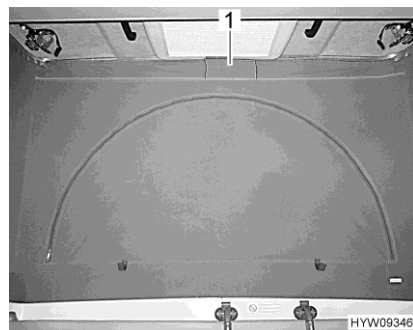

Fig. 21 Ventilación (cerrada)
- Separar el cierre velcro de la ventana de lona (Fig. 21,1) debajo del techo abatible. Atrás de la ventana de lona está instalada una rejilla de malla como protección de insectos.